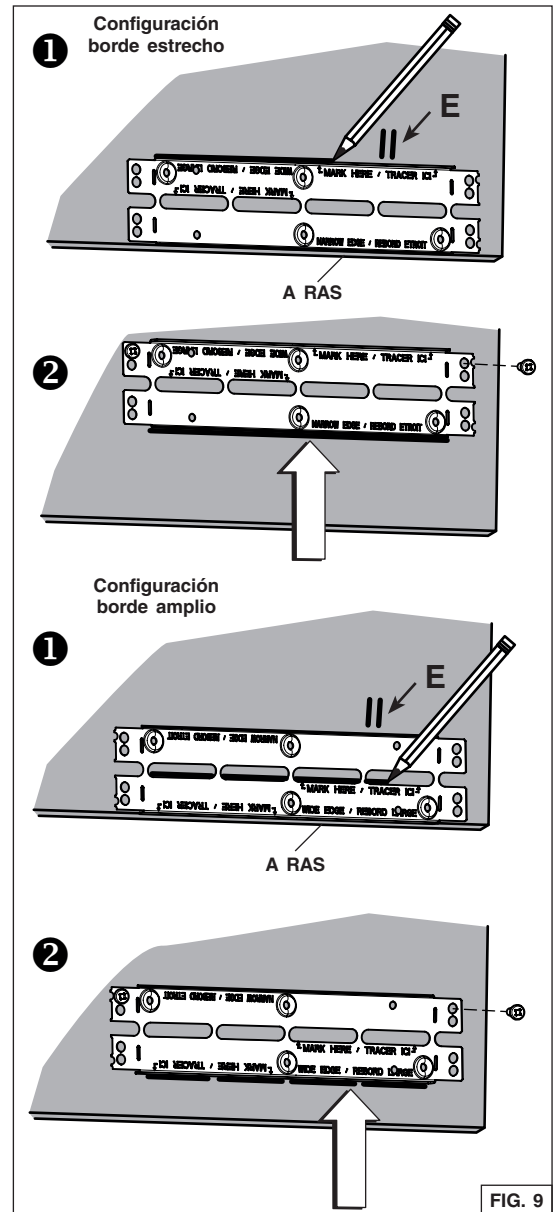

FIG. 9
4. Localizar los ganchos Ease of Install en la unidad (distancia determinada a partir del borde delantero, FIG. 8). Insertar temporalmente la unidad en el gabinete y a la vez que mantiene la unidad, marcar la ubicación de los ganchos Ease of Install (correspondiente a **E** en FIG. 9 en la página siguiente) en ambos lados del gabinete. Retirar la unidad.
5. Instale los soportes de gabinete como sigue (FIG. 9):
- 1 Coloque el soporte a ras con la parte inferior del panel derecho del gabinete, centrando la marca de la ubicación de los ganchos (E) entre los orificios inferiores en relieve. Para la configuración del borde estrecho, trace una línea encima del soporte. Para la configuración del borde amplio, rase una línea a la base de las ranuras centrales.